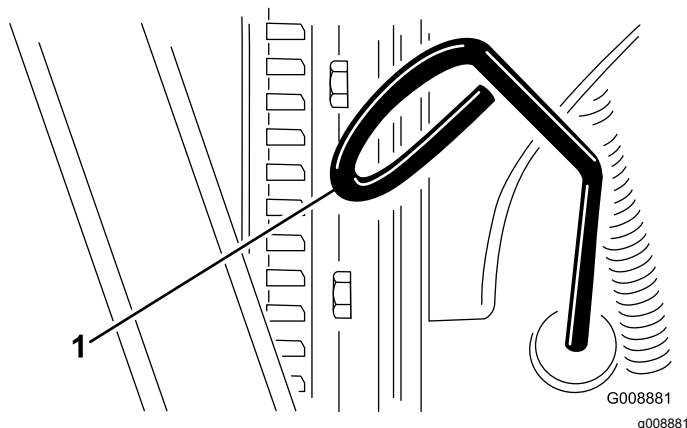

Figura 23
3. Togliete l'asta di livello, asciugatela e reinseritela (Figura 23).